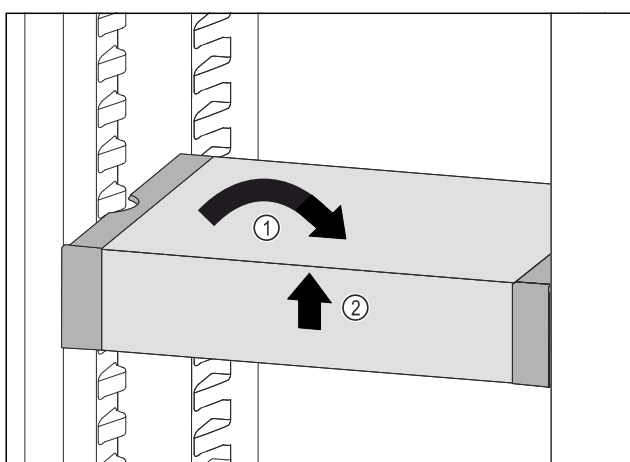

Fig. 80
- Collocare VarioSafe in maniera dritta. Fig. 80 (1)
- Sollevare VarioSafe dal lato anteriore. Fig. 80 (2)